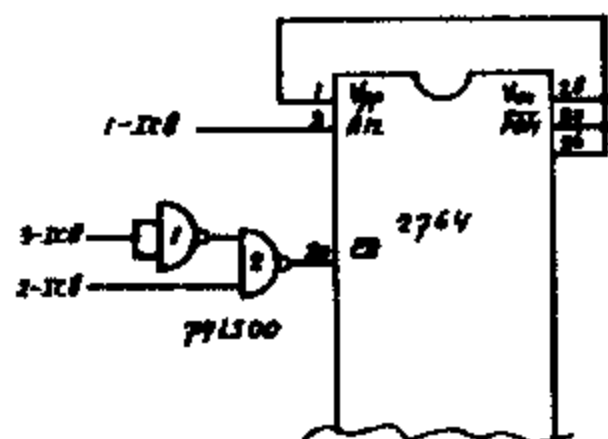

Fig 1
Fig.1 geeft de aansluiting van de 2764 met poorten 1 en 2 (LS00) voor de uitoordering van CE aan pen 20. De eprom wordt in een tussenvoet in een van de voeten van de schakelkaart geprikt. Dan zijn al 23 aansluitingen gemaakt, uitgaande van het gegeven dat de voeten op de kaart zijn omgebouwd voor het type 2732. De pennen 1,26,27 en 28 van de tussenvoet worden aan elkaar gesoldeerd en liggen via pen 26(24) aan de +5. Pen 2 komt aan pen 1-IC8.